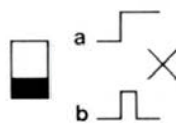

fig. 1
6. Sélecteur du mode de commande centrale, il permet de modifier le type d'ordre reçu sur l'entrée X (fig. 1) :
- la position « a » (J) du sélecteur pour les ordres maintenus (interrupteurs...);
- la position « b » (L) pour la commande par impulsion (automates...) ou lorsque X n'est pas utilisé.